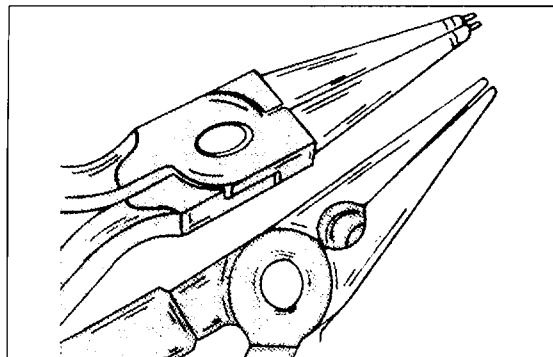

Bild 9
lassen, ohne dass man sie dabei beschädigt. Selbstverständlich kann er auch zum Anziehen verwendet werden, um einen gasdichten Sitz zu gewährleisten. Ebenfalls oft benötigt werden Seegerringzangen, da Getrieberäder, Wellen und ähnliche Teile meist durch Sicherungsringe gehalten werden, die sich mit einem Schraubenzieher nur schwer entfernen lassen. Es sind zwei Typen von Seegerringzangen erhältlich, einer für die Außensicherungsringe, welche mit der in Bild 8 gezeigten Zange geöffnet werden und eine für Innensicherungsringe. Sie sind mit geraden oder abgewinkelten Klauen erhältlich. Abgesehen von diesen Zangen schaffen Sie sich Zangen der in Bild 9 gezeigten Ausführungen an, d. h. Seitenschneider, Kombizange und Wasserpumpenzange.
- Kombizange, Wasserpumpenzange (Länge min-destens 240 mm) und Seitenschneider biegen, hal-ten, drehen und trennen so ziemlich alle Materialien an Ihrem Fahrzeug. Die entsprechenden Zangen wur-den bereits in Bild 9 gezeigt.